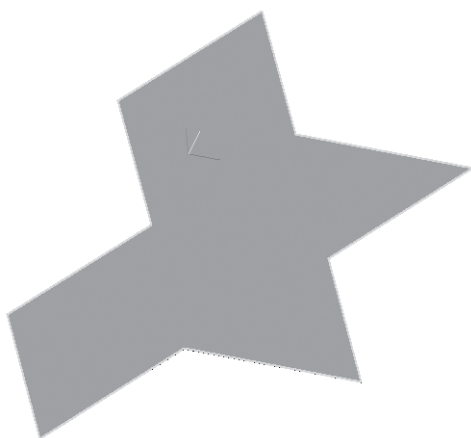

Рис. 389
- щелчком ЛКМ выделите верхнюю грань развертки (вы укажите плоскость для дальнейшего построения – зеленая) – рис. 389;